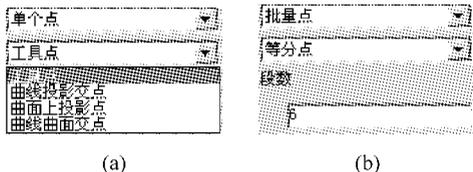

图 2-1-10 “点”立即菜单
⑥ 单击曲线生成栏中的“点”图标，或者执行【造型】|【曲线生成】|【点】命令，在立即菜单中选择【批量点】、【等分点】，在【段数】中输入“6”，如图 2-1-10 所示，然后按回车或者右击确认。